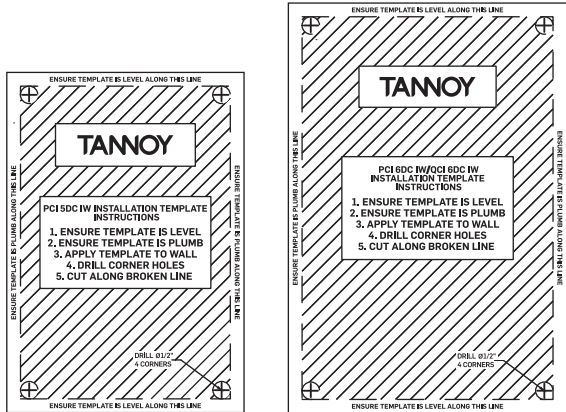
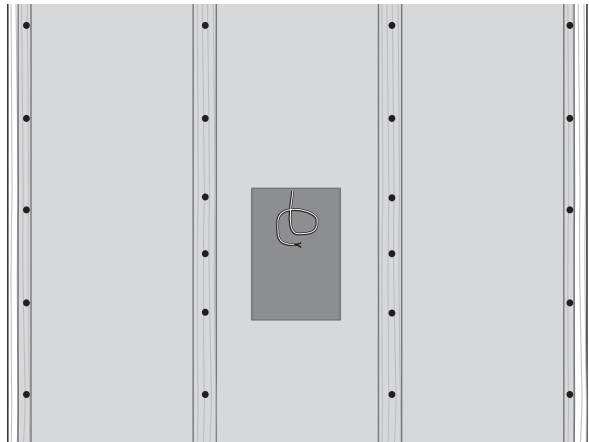

图 1. 抠图模板
图 2. 干墙切口在墙钉之间居中
2. 在所需的位置使用随附的切口模板 (图 1), 并使用合适的手动工具小心地在石膏板中切出一个孔。清除孔中的所有灰尘和碎屑 (图 2)。